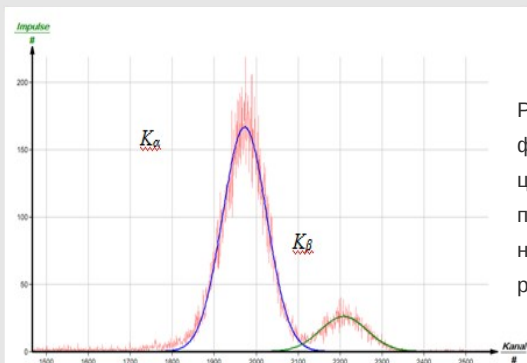

Рис. 7b: Линии флуоресценции цинка с подогнанным нормальным распределением
- Затем выберите "Масштабированное нормальное распределение" (см. Рис. 7b).